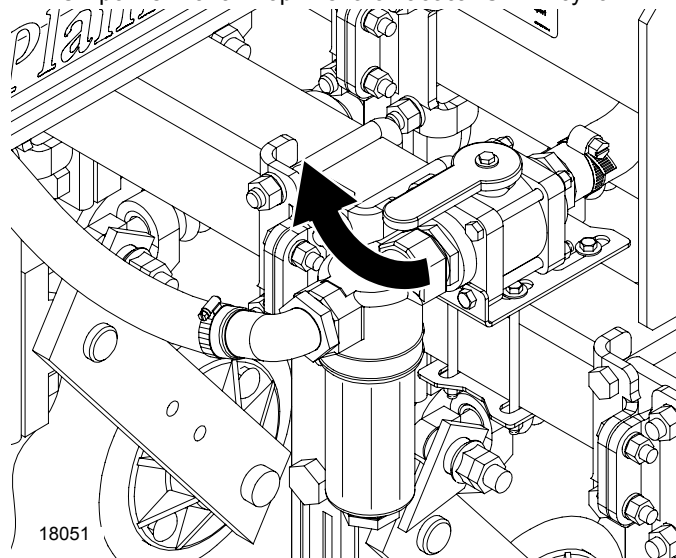

Рисунок 2-7
7. Откройте клапан поршневого насоса. См. Рисунок 2-7.